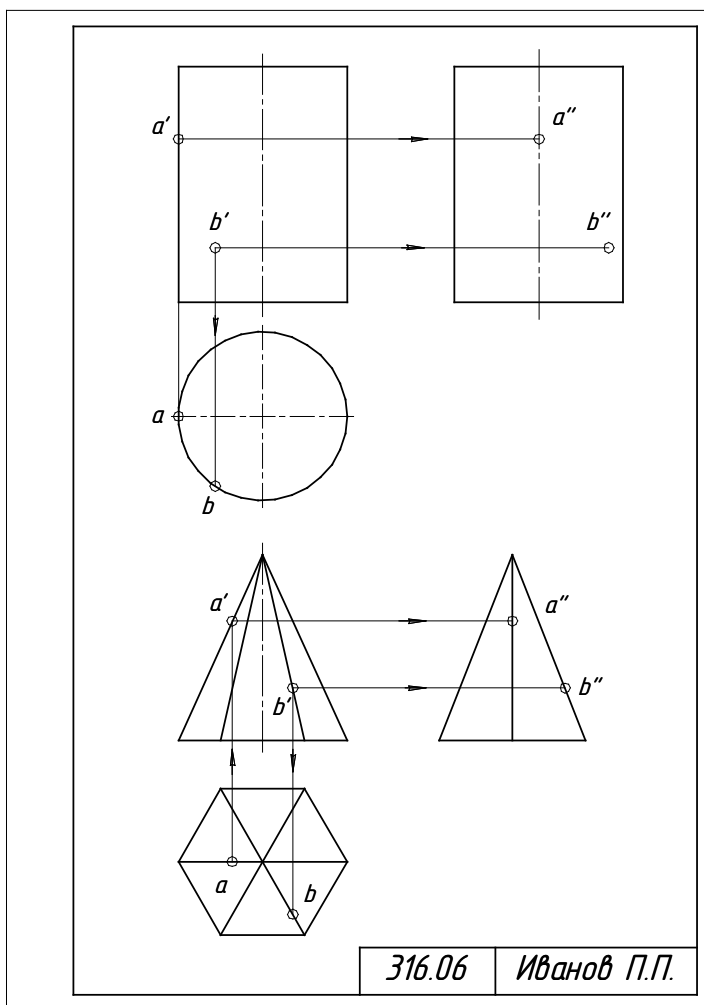

Рис.6. Пример выполнения работы № 6
**Графическая работа 6:** Построить предметы в трех основных проекциях. (рис. 6).